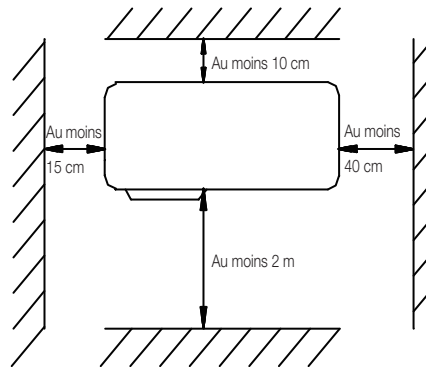

Fig. 2
- La distance d'installation correspond à celle illustrée à la Fig. 2.